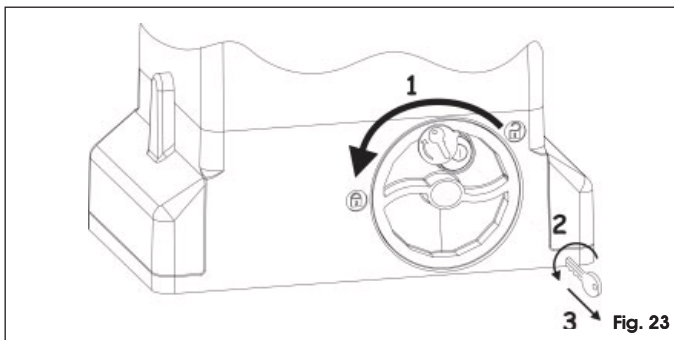

Fig. 23
1. Tourner le système de déverrouillage dans le sens des aiguilles d'une montre jusqu'à son arrêt, Fig. 23 réf. 1.
2. Tourner la clé dans le sens inverse des aiguilles d'une montre et l'extraire de la serrure, Fig. 23 réf. 2 et 3.